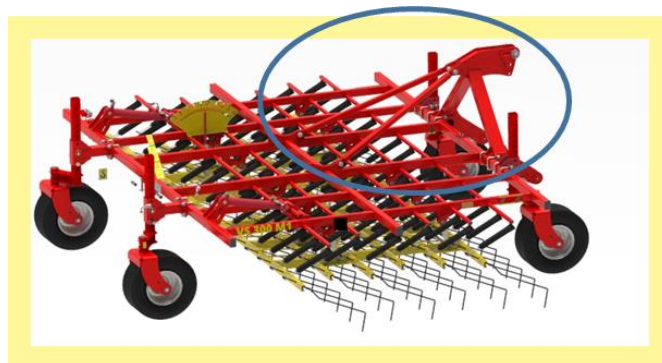

Fig. 14: Montering af monteringsbukken og trækafstiverne
- 7) Nu skal monteringsbukken og trækafstiverne monteres på bagsiden af varioharven som vist i Fig. 14. Tilspændingsmomentet er for